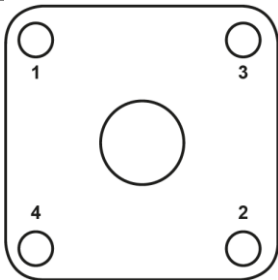

Fig. 16 Aanspansequentie van deksel
- Verwijder de bevestigingsmoer (34), pakkingmoer (18), O-ringen (7a en 7b) en schraapring (13) van de pakkingmoer. Verifieer dat de groeven proper en onbeschadigd zijn, vervang met nieuwe items. Het gebruik van silicone smeermiddel op de O-ringen is aangeraden.
- Reinig de pakkingcaviteit en plaats nieuwe pakkingcomponenten volgens de volgorde in Fig. 16.
Nota: De onderste delen moet geplaatst worden met de afgeronde rand naar beneden. Bij plaatsing van de chevron dichtingen, moeten deze met de juiste oriëntatie geplaatst worden (zie Fig. 16), één per één om de assemblage te vereenvoudigen.